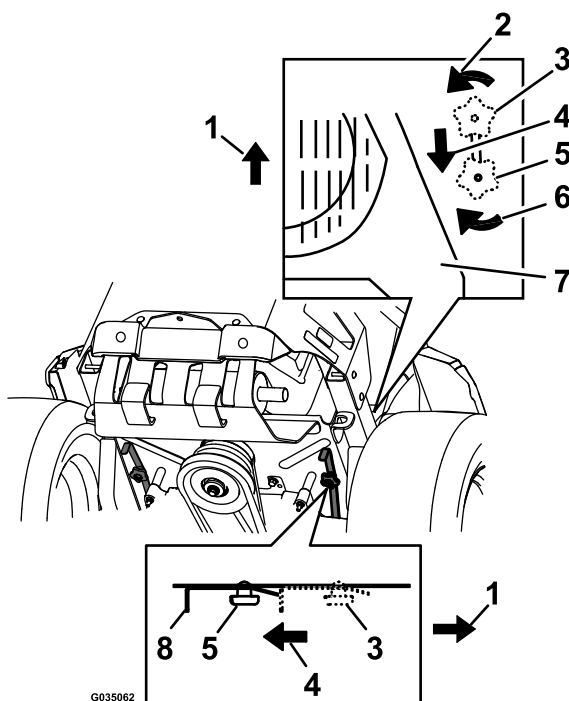

Рисунок 33
4. Чтобы перемещать машину толканием, переведите обе ручки перепуска назад и зафиксируйте их на месте (**Рисунок 33**).
6. Чтобы работать на машине, переведите ручки перепуска в положение FORWARD (ВПЕРЕД) и зафиксируйте их на месте (**Рисунок 33**).